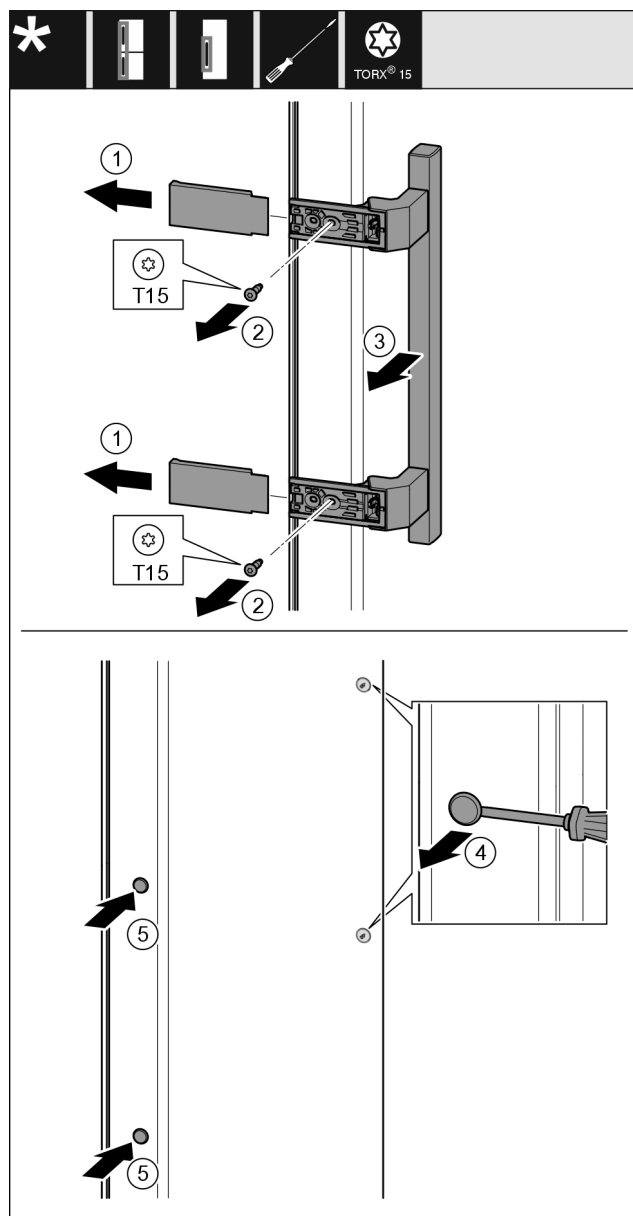

Fig. 10
- Rimuovere la copertura. *Fig. 10 (1)*
- Svitare le viti con un cacciavite Torx 15. *Fig. 10 (2)*
- Rimuovere la maniglia. *Fig. 10 (3)*
- Sollevare il tappo laterale con cautela con un cacciavite a taglio e estrarlo. *Fig. 10 (4)*
- Reinserire il tappo sull'altro lato. *Fig. 10 (5)*